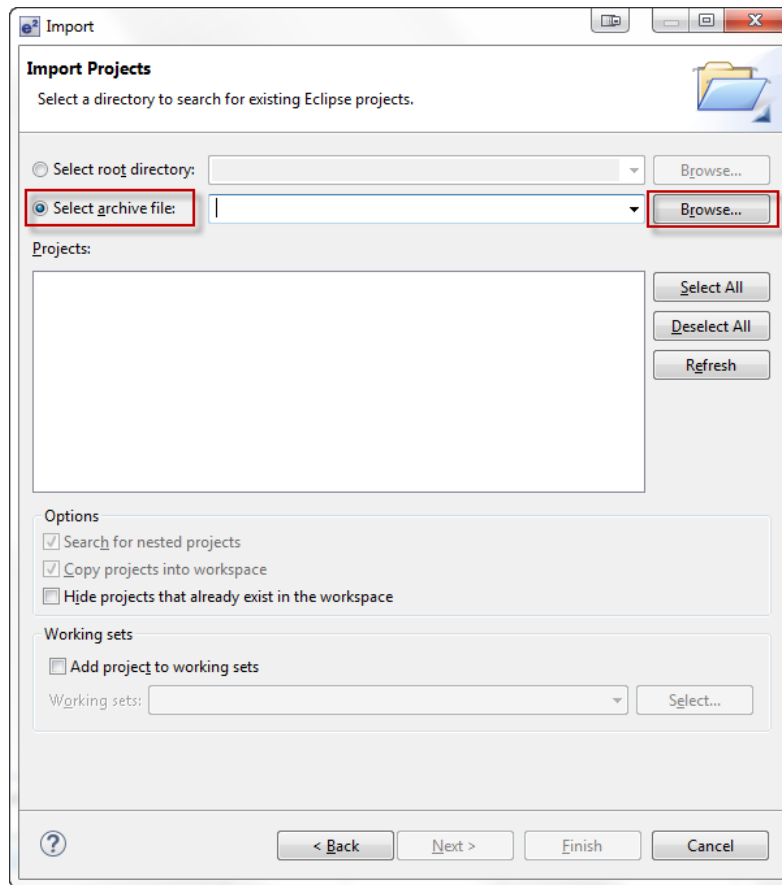

図 2.7 既存プロジェクトのインポート用ダイアログ 1
7. **[Select archive file]** (アーカイブファイルの選択) をクリックします (図 2.7)。